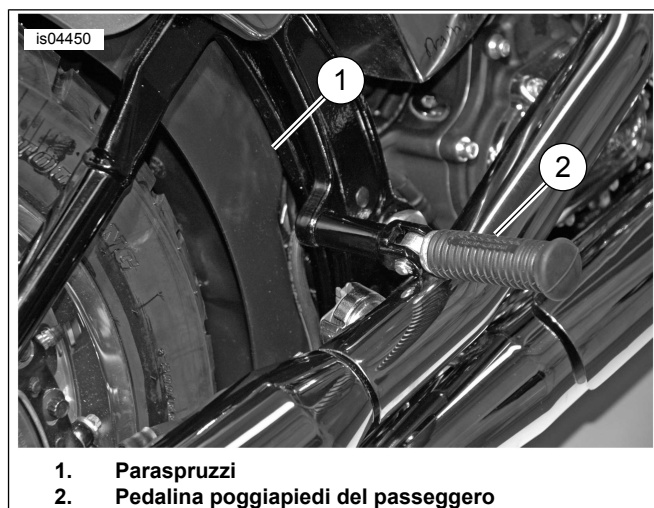

Figura 5. Paraspruzzi e pedalina poggiapiedi del passeggero
1. Vedere Figura 5. Rimuovere la vite sul lato interno e sollevare le linguette per sganciare il paraspruzzi.
2. Vedere Figura 5. Far scorrere il paraspruzzi verso il basso all'interno del vano della ruota collocandolo nella sua posizione originale.